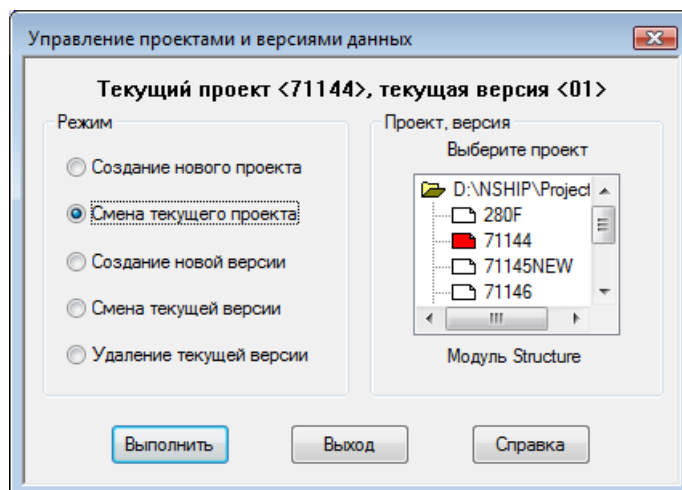

Рисунок 26. Смена проекта
- в дереве проектов области **Проект, версия** выбрать устанавливаемый проект (рисунок 26);